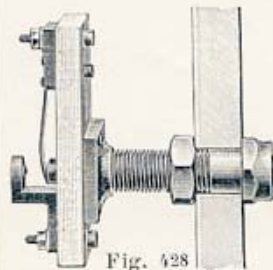

Fig. 428
- Unipolaire (une rupture, fig. 428).